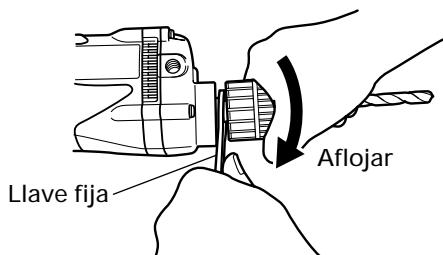

Fig. 4
- (2) Sujete el anillo firmemente y gire el manguito en el sentido de las agujas del reloj. Apriete firmemente.
- (3) Para sacar la broca, sujeté el anillo firmemente y gire el manguito en el sentido contrario a las agujas del reloj.
- (4) Si no consigue aflojar el manguito, fije el husillo utilizando una llave fija, sujeté el manguito firmemente y gírelo en la dirección de aflojamiento (en sentido contrario a las agujas del reloj visto desde adelante). (Fig.4)